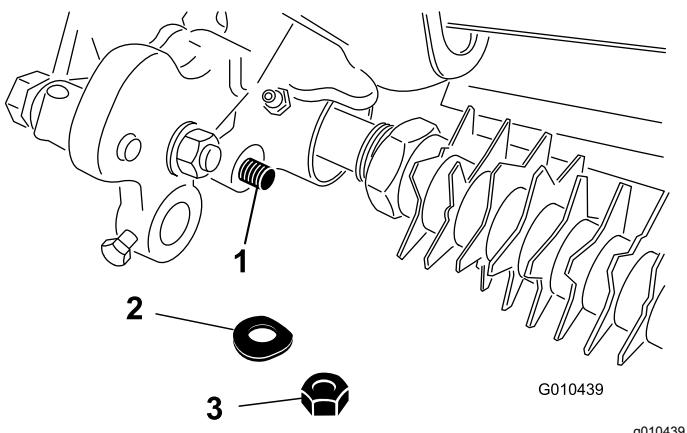

Figura 32
4. Remova a porca de bloqueio e anilha Belleville que prende a extremidade da haste do conjunto do braço da altura de corte ao conjunto da transmissão do rastelo (Figura 32).